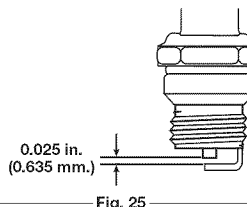

Fig. 25
3. Cambie las bujías que estén rajadas, sucias o deterioradas. Fije la separación de aire a 0,635 mm (0,025 pulgadas) utilizando un calibrador (Fig. 25).